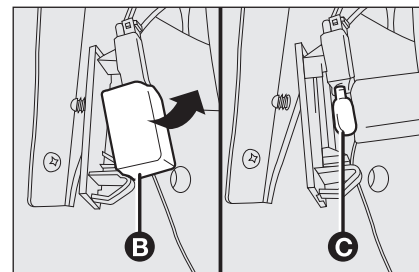

fig. 29
- ouvrir la protection **B-fig. 29** et remplacer l'ampoule **C** insérée par pression ;